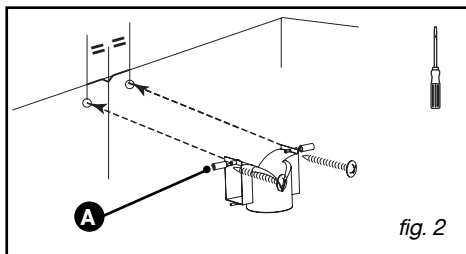

fig. 2
- Fixez contre le mur, en appui sur le plafond, le déflecteur plastique de fumée avec les deux vis (fig. 2). Prendre soin de centrer le déflecteur par rapport au trait vertical tracé sur le mur (fig. 2). Pour les modèles > à 700mm ajouter les 2 entretoises fournies dans la pochette (A/fig 2).